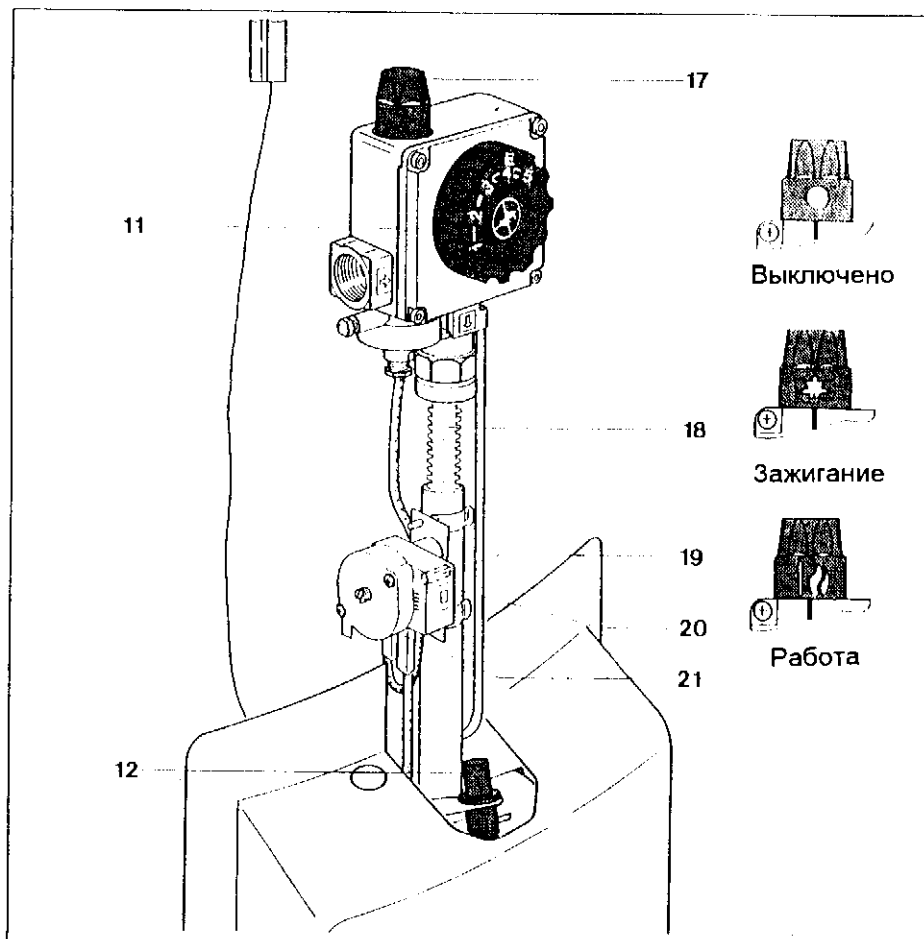

Рис. 6.1 Регулировочная арматура
- а) Терморегулятор (11) повернуть в положение E (60° C), как изображено на рис. 6.1.
Пояснения к рис. 6.1